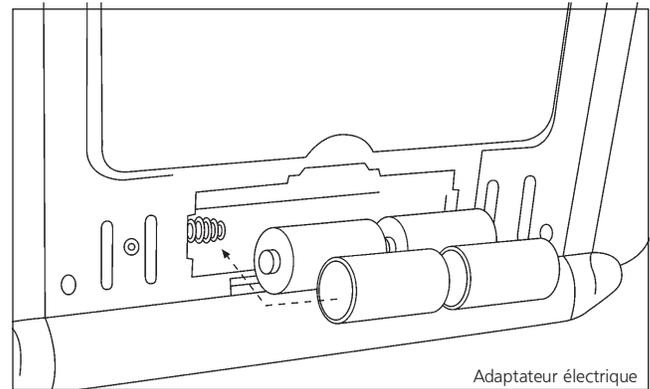

Figure 2
12. 4 batteries D-cell sont nécessaires au fonctionnement du ventilateur. L'emplacement des batteries est situé sur le panneau arrière inférieur de l'appareil de chauffage. Suivez les instructions sur le couvercle à batteries pour savoir comment installer correctement ces dernières. Voir Figure 2.
13. Ventilateur de chauffage peut également être alimenté par adaptateur électrique F276127. Adaptateur requis : 6 volts en CC, jusqu'à 800 mA avec polarité positive. Voir Figure 2.
panneau arrière inférieur de l'appareil de chauffage. Suivez les instructions sur le couvercle à batteries pour savoir comment installer correctement ces dernières. Voir Figure 2.
14. L'appareil de chauffage peut également être alimenté au moyen d'un adaptateur électrique F276127. Adaptateur requis : 6 volts en CC, jusqu'à 800 mA avec polarité positive. Voir Figure 2.
- 4 Retirez les (4) vis fixant le couvercle arrière à l'appareil de chauffage. Soulevez-le légèrement pour libérer les (2) crochets en plastique situés sur le couvercle arrière.
- 6 Retirez les (3) vis fixant la chicane inférieure, de manière à exposer les ouvertures d'air du/des brûleur(s).
- 9 Inspectez et nettoyez la veilleuse (installée sur le support) à l'aide d'un aspirateur ou injectez de l'air comprimé dans les trous de la veilleuse, indiqués par les flèches de la figure 2.
- 11 Installez à nouveau la chicane inférieure avec (3) vis
- 12 Faites glisser le couvercle arrière sur les (2) crochets en plastique situés sur la surface supérieure de l'appareil de chauffage. Assurez-vous que le couvercle arrière soit aligné avec les couvercles en plastique latéraux. Serrez (4) vis pour fixer le tout.